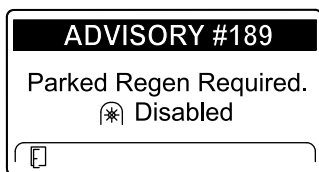

図 55
- 時間以内に駐車再生を行わないと、インフォセンターに駐車再生要求が表示され、PTO が無効化され、アドバイス No.189 が表示されます 図 55。